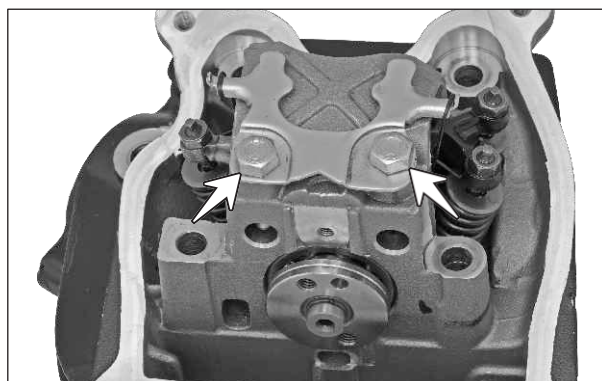

Fig. 3.47
- Retire los 2 tornillos hexagonales de la platina superior de la culata. (Fig. 3.47)